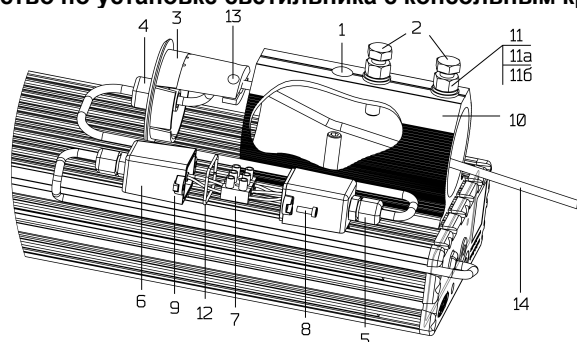

Рис. 2. Консольное крепление.
8.1. Установить консольное крепление 10 (если не установлено) на светильнике (рис. 2), вынуть крышку 3 и заглушку отверстия 1, зафиксировать крепление на светильнике установочным винтом через отверстие 1, закрыть отверстие заглушкой.
8.8. Установить клеммную коробку на боковой или задней стороне светильника согласно рис.2.